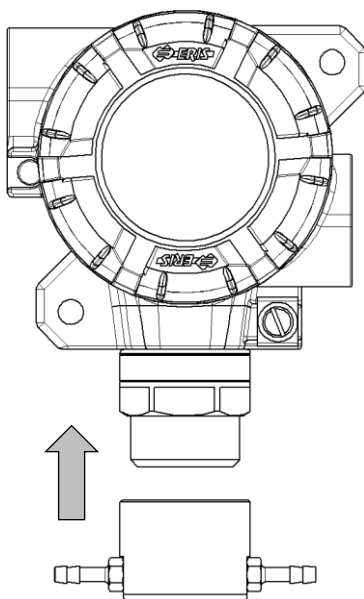

Рисунок 17 – Установка градуировочной насадки
- надеть градуировочную насадку (рисунок 17);